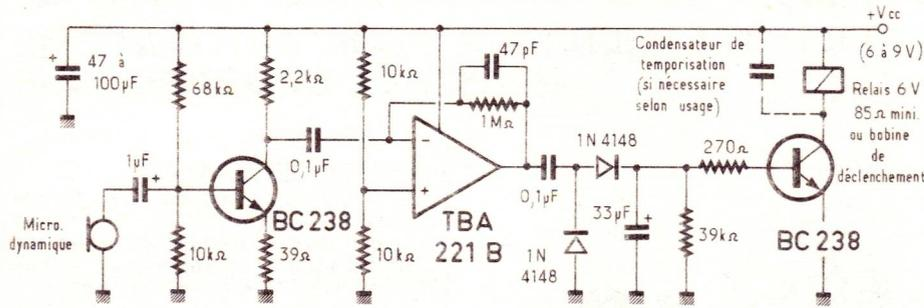

Figure 1
La fig. 1 permet de suivre le cheminement du signal au fil des étages. Le transistor d'entrée BC 238, monté en émetteur commun, amplifie le signal du micro dans un rapport voisin de 60. Un ampli opérationnel TBA 221 B (741) reprend l'information et l'amplifie jusqu'au voisinage de l'écrêtage. Les condensateurs de 0,1 μ F et 47 pF limitent la bande passante à la partie utile du spectre de fréquences correspondant du micro utilisé.